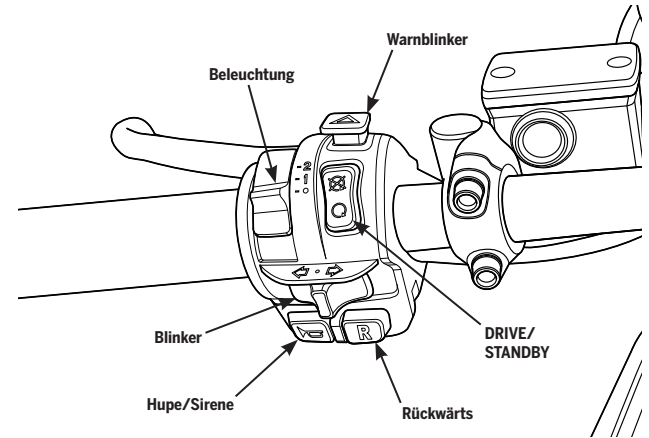

Abbildung 12: Bedienelemente am linken Griff inkl. Gangschaltung
Um das Antriebssystem des SE-3 Patroller zu aktivieren, stellen Sie den DRIVE/STANDBY-Schalter auf DRIVE (FAHREN) (Q) (siehe **Abbildung 12**). Stellen Sie den Schalter auf STANDBY (X), um das Antriebssystem des SE-3 Patroller zu deaktivieren. Wenn sich der SE-3 Patroller im STANDBY-Modus befindet, sind alle anderen elektrischen Systeme funktionsbereit, einschließlich der Beleuchtung, Hupe/Sirene und Benutzeranzeige.
Drücken und halten Sie den Rückwärtsschalter (**R**) mit Ihrem linken Daumen, um den Rückwärtsmodus zu aktivieren (**Abbildung 12**). Um den Rückwärtsmodus zu deaktivieren, lassen Sie den Rückwärtsschalter los. Weitere Informationen finden Sie unter „Fahren: Aktivieren des Rückwärtsmodus“ (S. 37).